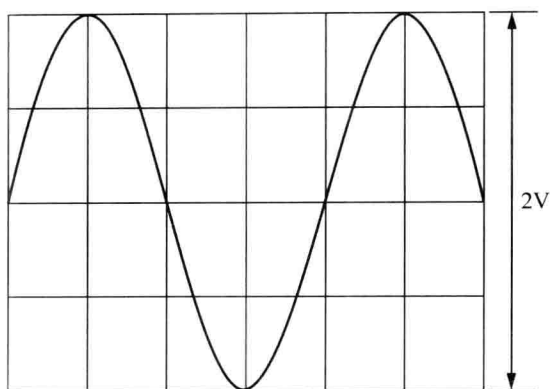

图 1.1 交流电压测试波形图
(2) 示波器测量交流电压。将示波器的垂直偏转灵敏度 V/div 微调旋钮置于校准位置,输入的被测交流信号波形显示在屏幕上,如图 1.1 所示。